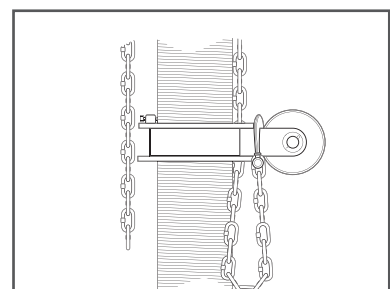

Рисунок 7
- Зафиксирован на силовом устройстве стопорным болтом (рисунок 7).